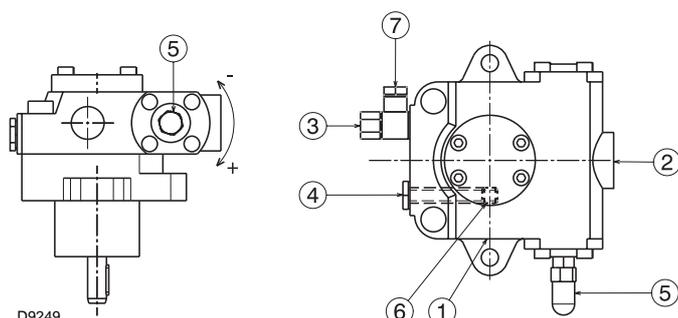

Fig. 22
Sono installate sul bruciatore con il by-pass chiuso dalla vite 6)(Fig. 22).
- Perché la pompa (Fig. 22) possa autoinnescarsi è indispensabile allentare la vite 4) della pompa per sfiatare l'aria contenuta nel tubo di aspirazione.
Legenda (Fig. 22)
Se la pompa è stata svuotata, riempirla di combustibile dal tappo del vacuometro 4)(Fig. 22) prima di avviarla, altrimenti grappa.
Per variare la pressione della pompa agire sulla vite 5)(Fig. 22). Vedere informazioni riportate a pag. 17.